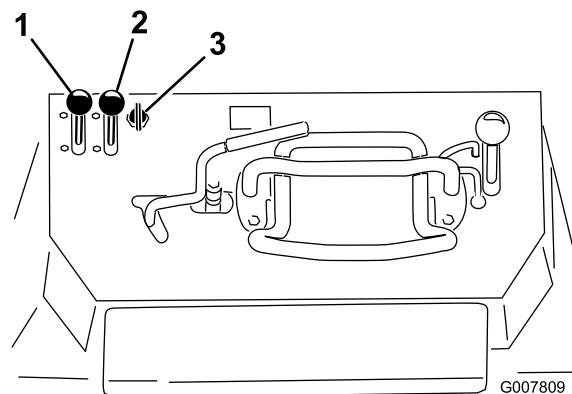

Figure 20
1. Réglez la commande d'accélérateur à mi-course entre les positions bas et haut régime (Figure 20).
2. Placez la commande de starter en position en service (Figure 20).
- Pour le modèle avec démarrage électrique, tournez la clé en position Contact (Figure 20). Relâchez la clé quand le moteur démarre.
4. Amenez progressivement la commande de starter en position hors service (Figure 20). Si le moteur cale ou hésite, engagez de nouveau le starter jusqu'à ce que le moteur soit chaud.
5. Réglez la commande d'accélérateur à la position voulue (Figure 20).
1. Placez la commande d'accélérateur à la position bas régime (Figure 20).
3. Tournez la clé de contact en position Arrêt (Figure 20).